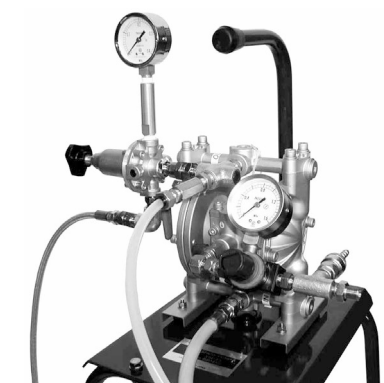

Fig. 4.3
- 8) スプレーガンの 2 丁取りをされる場合は、クロスプラグ (3/8) を取外してオプションの塗料レギュレーター組立をつけて使用することができます。(Fig. 4.3)